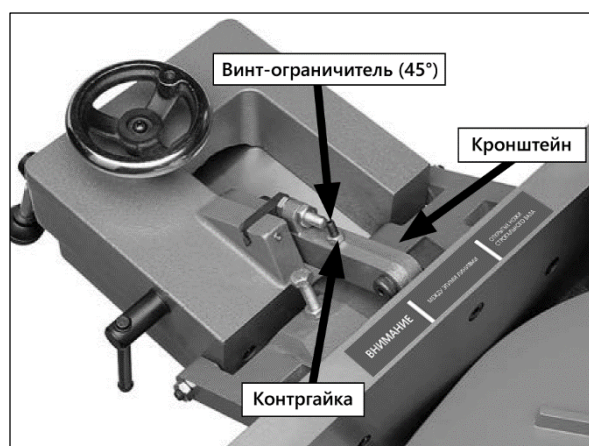

Рисунок 50.
- Открутите контргайку (рис. 50).